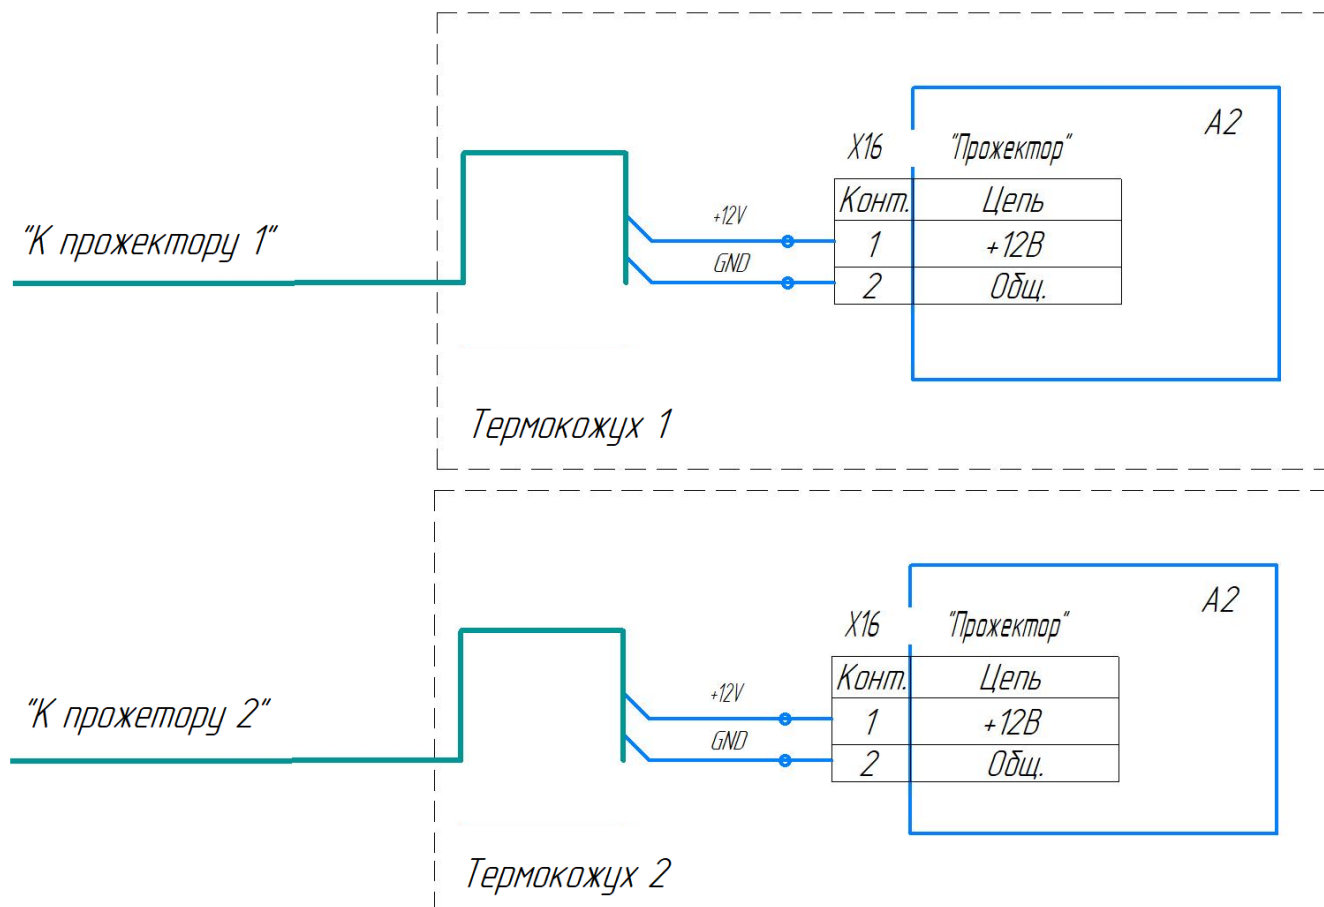

Рис. 8. Схема подключения питания прожектора к кожуху.
3. Подключите прожектор к кожуху согласно схеме подключения рис.8.